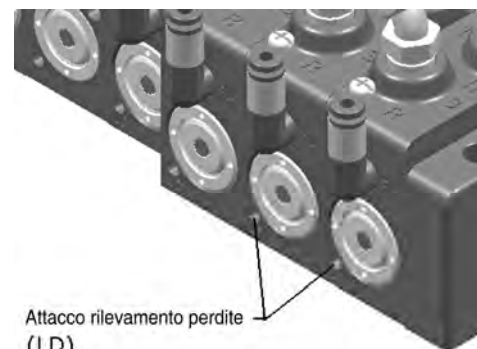

Figura 11
- Sul manifold/singolo manifold è presente un attacco di rilevamento perdite per avvisare di un difetto della tenuta della valvola. Vedere Figura 11.